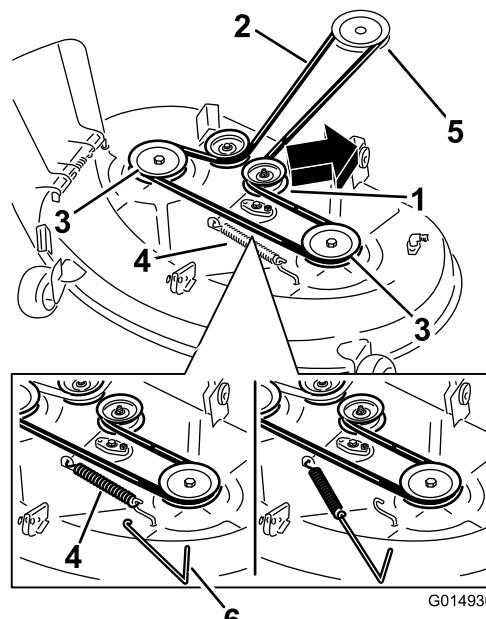

Bild 60
4. Entfernen Sie die Spannscheibenfeder mit einem Werkzeug zur Federentfernung (Toro Bestellnummer 92-5771) vom Mähwerkhaken, um die Spannung von der Spannscheibe zu nehmen, und rollen Sie den Riemen von den Spannscheiben (Bild 60).
6. Setzen Sie die Spannscheibenfeder mit einem Werkzeug zur Federentfernung (Toro Bestellnummer 92-5771) auf den Mähwerkshaken, um die Spannscheibe und den Mähwerkriemen zu spannen (Bild 60).